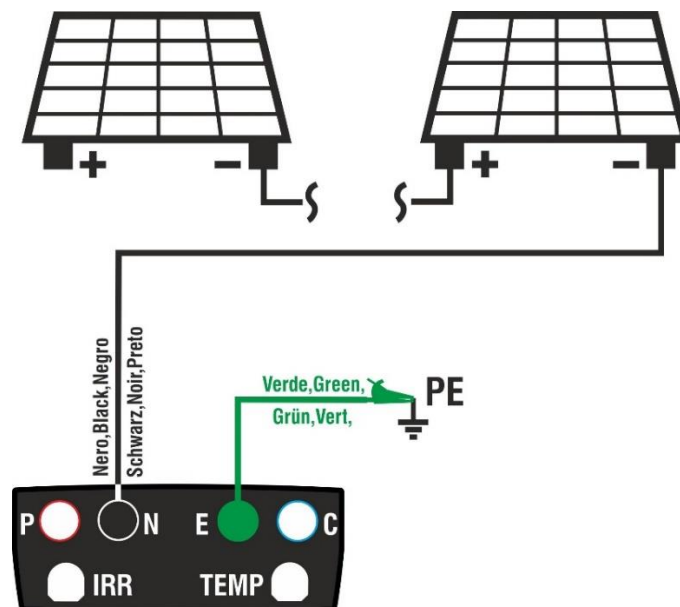

Fig. 8: Conexión instrumento para medida de aislamiento de forma TMR
8. Conecte el instrumento al string FV en pruebas como se muestra en Fig. 8. La prueba puede ser realizada también sobre más strings en paralelo entre sí. Se recuerda que es necesario separar también eventuales descargadores conectados a los cables del string/strings y que es aconsejable realizar la medida aguas arriba de eventuales diodos de bloqueo